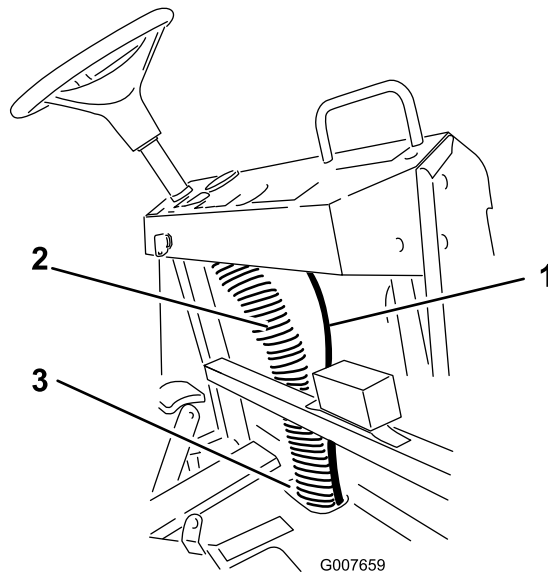

**Figura 13**
2. Disponete il flessibile a partire dalla staffa del traccialinee schiumogeno verso la parte anteriore della macchina, facendolo passare sotto il serbatoio degli agenti chimici e dietro il serbatoio del carburante, lungo il cablaggio preesistente, verso la zona sotto la scatola del sedile (Figura 13).